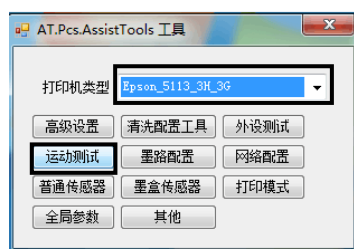

图 7.1 T 工具界面
1、双击打开“AT.Pcs.AssistTools.exe”，进入 T 工具界面。选择当前机型为 Epson_5113_3H_3G 如图 7.1 点击“运动测试”，进入运动测试界面。